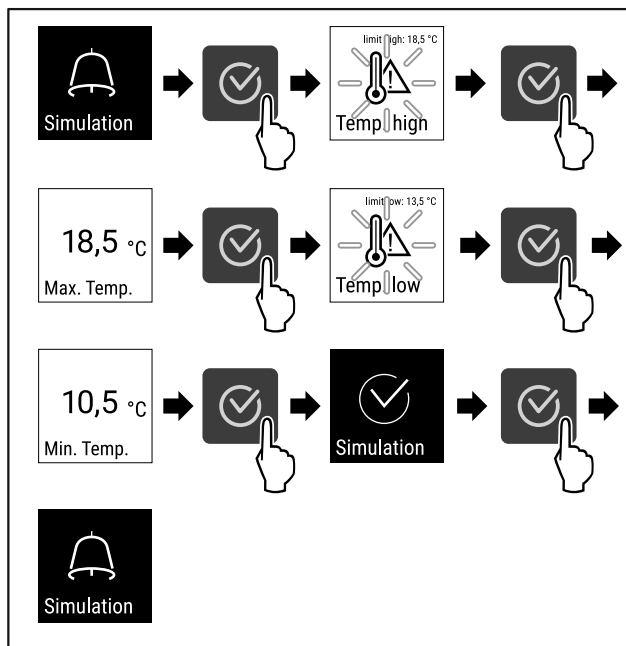

Fig. 108
- ▶ Suivre les étapes (voir Fig. 108).